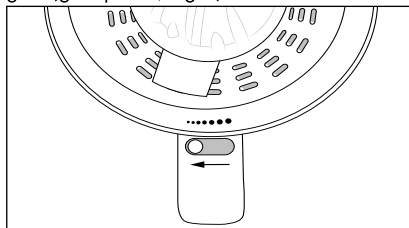
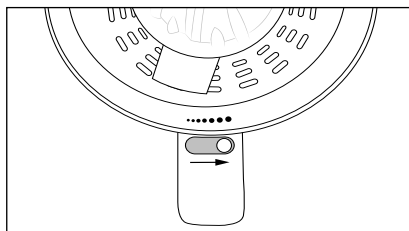

Fig. 2
Fig. 3
- ◆ À l'aide du sélecteur ⑥, réglez la teneur en pulpe du jus de fin (petits points, Fig.2) à gros (gros points, Fig.3).